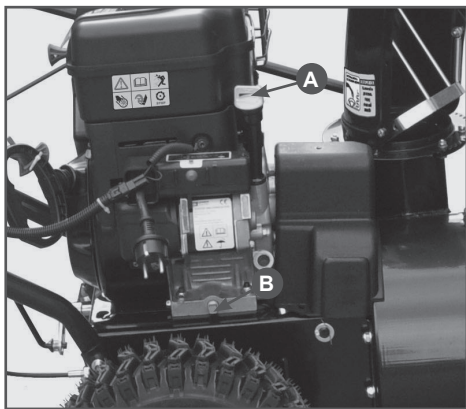

Рис.11 Замена масла
2. Откройте крышку маслосливной горловины (рис. 11-А).
3. Подставьте под сливное отверстие подходящую емкость и открутите болт отверстия для слива масла (Рис. 11-В)